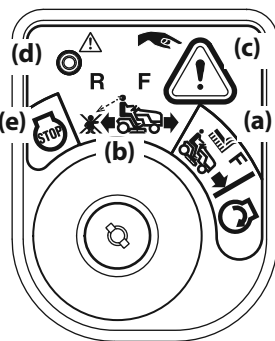

Figure 19
3. Pressez le bouton du mode de tonte en marche arrière (c) qui se trouve sur le coin supérieur droit du tableau de bord pendant trois secondes. Le témoin lumineux rouge (d) dans le coin supérieur gauche s'allume lorsque le bouton de marche arrière est activé. Voir Figure 19.